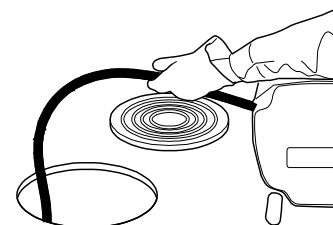

図 12
- ⑥ワイヤの余裕が少しできるまでワイヤを本体から引き出します。（図 12）
- ⑦クラッチレバーを下げるとワイヤが回転します。この時ワイヤは安全手袋をした手で支えてください。
- ⑧ワイヤは、回転した状態でパイプの中に押し込みます。
- ⑨ワイヤの余裕がなくなったら、クラッチレバーを放します。（スイッチが ON の状態でもクラッチレバーを下げない限りワイヤは回転しません）
- ⑩再度同様にワイヤを引き出してください。